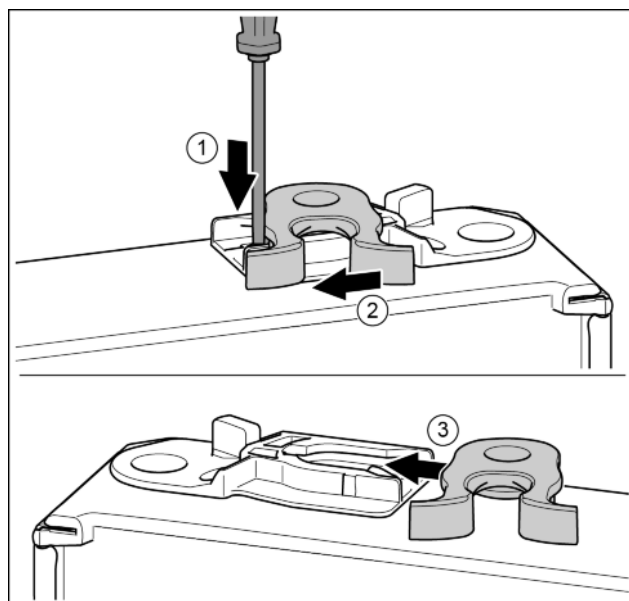

Fig. 14
- ▶ За допомогою шлицевої викрутки притисніть униз накладку. Fig. 14 (1)
- ▶ Витягніть із напрямної запірний гачок. Fig. 14 (2)
- ▶ Вставте запірний гачок у напрямну з іншого боку. Fig. 14 (3)